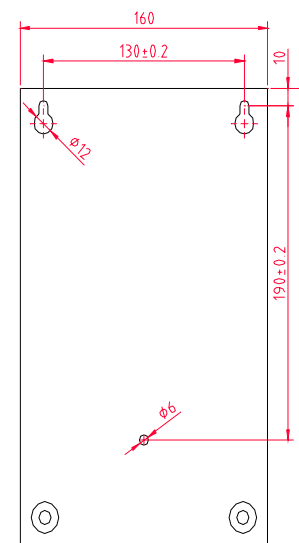

Рис. 1 Схема расположения крепежных отверстий
8.1. При вводе изделия в эксплуатацию необходимо ознакомиться с настоящим техническим описанием; осмотреть изделие с целью проверки отсутствия механических повреждений; закрепить изделие в отведенном месте. (расположение осей крепежных отверстий приведено на рис.1); открыть крышку; подключить изделие к потребителям и сети; закрыть крышку.